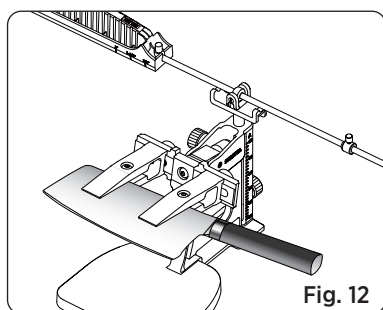

Fig. 12
1. Plaats het lemmet zo diep mogelijk stevig in de klem. (Zie Fig. 12)